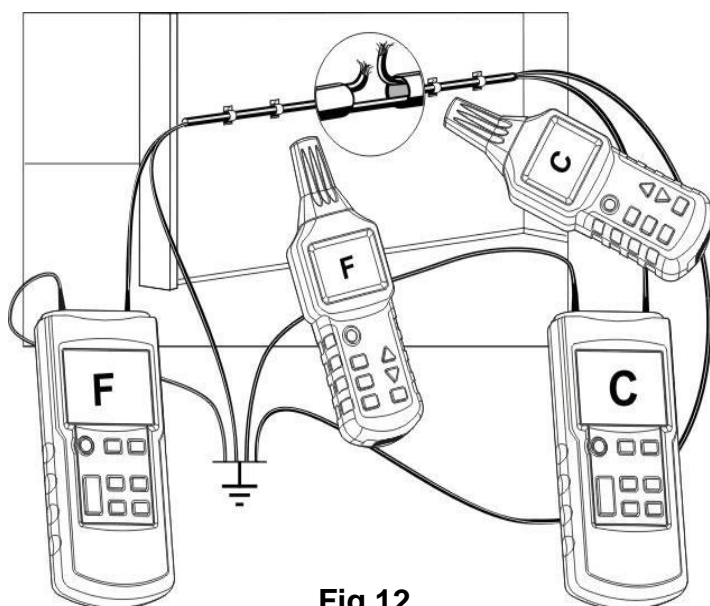

Fig.12
- Alle ikke tilsluttede ledere skal jordes som vist i Fig.12
- Tilslut de 2 **Sendere** som vist på Fig.12
Når **Senderen** er forbundet som vist i Fig.12, vil **Modtageren** vise "C" til venstre for bruddet og "F". Hvis det er til højre for bruddet, vises der "F".